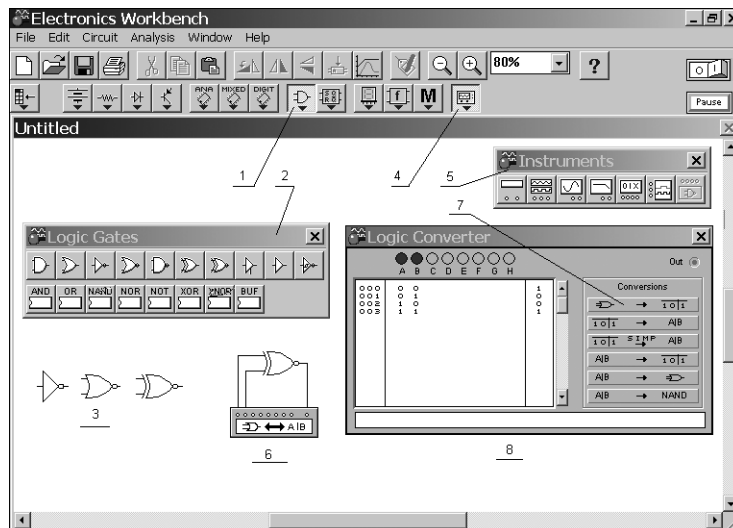

Рис. 10.36. Выбор компонентов
Рассмотрим построение таблиц истинности для логических элементов, при помощи системы EWB 5.12. Последовательность операций для получения таблиц истинности логических элементов будем проводить с помощью рис. 10.36.
1. В меню системы EWB 5.12 выбираем значок с именем **Logic Gates**, отмеченный на рис. 10.36 цифрой 1.
2. Из панели **Logic Gates** (которая отмечена цифрой 2), на рабочем поле размещаются графические символы логических элементов NOT (НЕ), NOR (ИЛИ-НЕ), XNOR (исключающее ИЛИ-НЕ) (на рис. 10.36 отмечено цифрой 3).
5. Собирается схема, показанная на рис. 10.36 (над цифрой 6). На этой схеме таблица истинности снимается для элемента XNOR. Входы логического элемента подключаются к крайним слева клеммам прибора, выход логического элемента подключается к крайней справа клемме.
8. Для получения таблиц истинности других элементов в собранной схеме (см. схему на рис. 10.36, над цифрой 6) заменяются графические символы элементов из имеющихся в библиотеке **Logic Gates**.